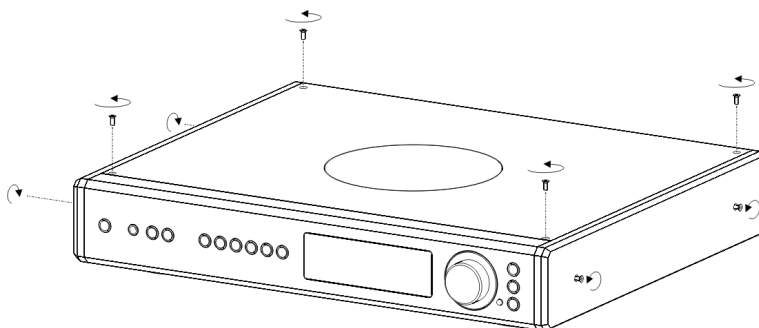

Abb. 1 / Fig. 1
- Entfernen Sie die vier Schrauben des Deckels und lösen Sie die 4 (8 Stück beim PA 2500 R) Schrauben der Seitenwangen (Abb. 1).